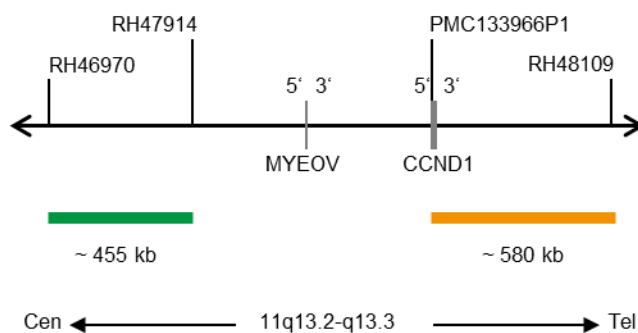

Fig. 1: SPEC CCND1 Mapa de la sonda (no está a escala)
- Polinucleótidos marcados en verde (excitación a 503 nm/emisión a 528 nm) ZyGreen (~10 ng/ μ l), dirigidos a secuencias localizadas en 11q13.2-q13.3* (chr11:68,249,010-68,705,283) proximales a la región del punto de ruptura de CCND1 (ver Fig. 1).
- Polinucleótidos marcados en naranja (excitación a 547 nm/emisión a 572 nm) ZyOrange (~4,5 ng/ μ l), dirigidos a secuencias localizadas en 11q13.3* (chr11:69,453,301-70,031,240) distales a la región del punto de ruptura de CCND1 (ver Fig. 1).